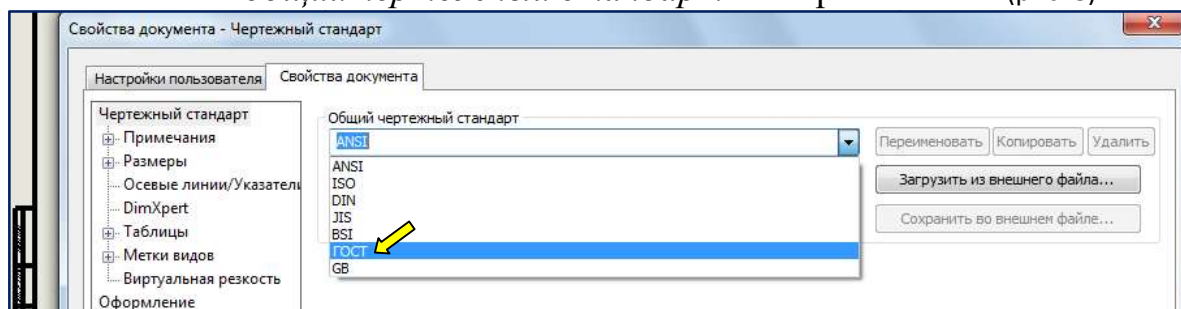

Рис. 8. Чертёжный стандарт ГОСТ
- «Инструменты» / «Параметры» / в открывшемся окне – вкладка «Свойства документа». «Чертёжные стандарты» – в предлагаемом списке *общий чертёжный стандарт* выбираем ГОСТ (рис. 8).